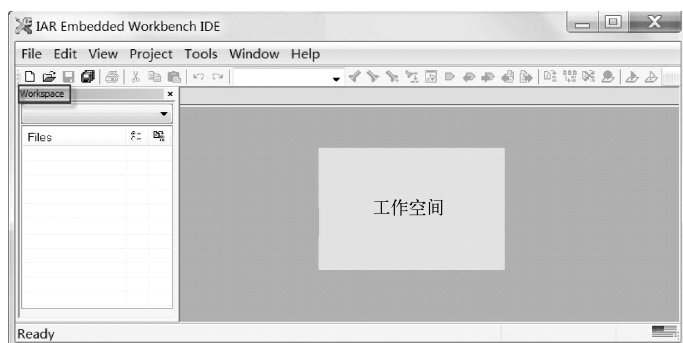

图 1-62 工作空间
2) 单击 File→New→Workspace, 打开 IAR 的工作空间, 如图 1-62 所示。